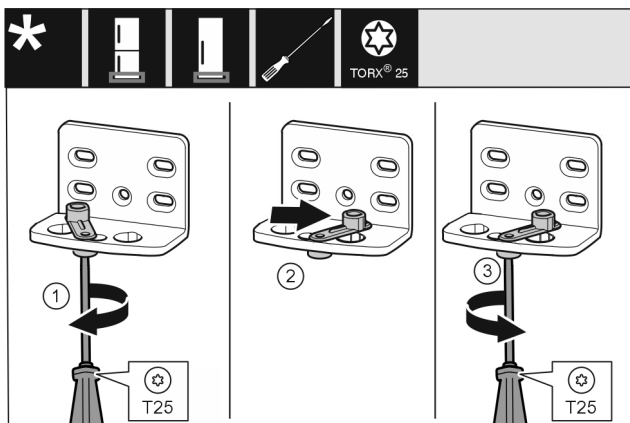

Fig. 15
- ▶ Svitare allentando la vite con il cacciavite T25. Fig. 15 (1)
- ▶ Sollevare l'ausilio di chiusura della porta e ruotarlo di 90° verso destra nel foro. Fig. 15 (2)
- ▶ Serrare la vite con il cacciavite T25. Fig. 15 (3)